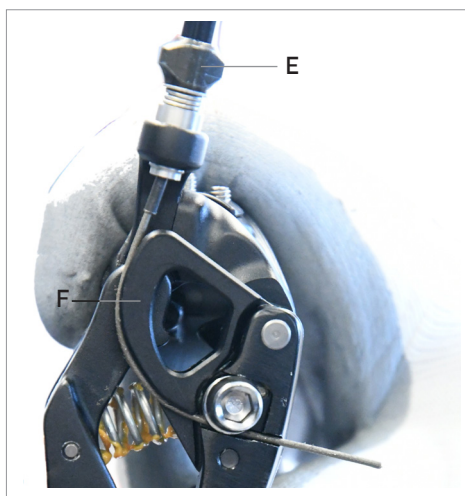
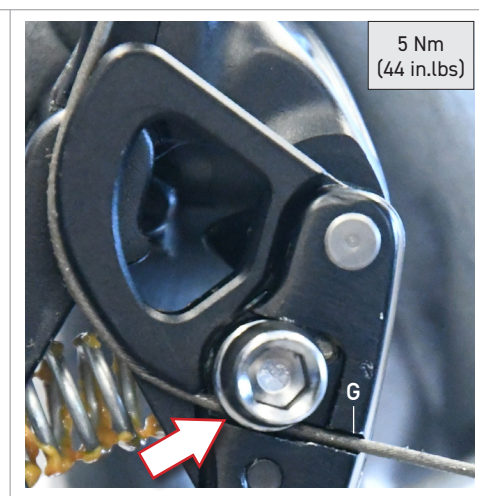

Fig.14
Fig.15
- Introduzca el cable en el regulador de la tensión del cable (E - Fig.14), páselo por la leva específica (F - Fig.14) y por la hendidura (G - Fig.15) del cambio.